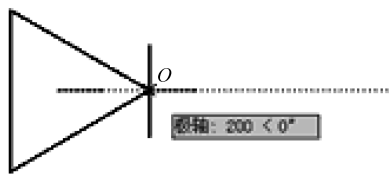

图 3-21 绘制正三角形
- 4) 在命令行的【指定正多边形的中心点或 [边 (E)]:】提示下, 在屏幕上任意拾取一点作为正三角的中心点。
- 5) 在命令行的【输入选项 [内接于圆 (I) → 外切于圆 (C)] :】提示下, 按 <Enter> 键, 使用外切于圆方式绘制正三角形。
- 6) 在命令行的【指定圆的半径:】提示下, 将鼠标指针向右移动, 当屏幕上显示【极轴: 200 <0°】时, 单击指定点, 完成正三角形的绘制, 如图 3-21 所示。